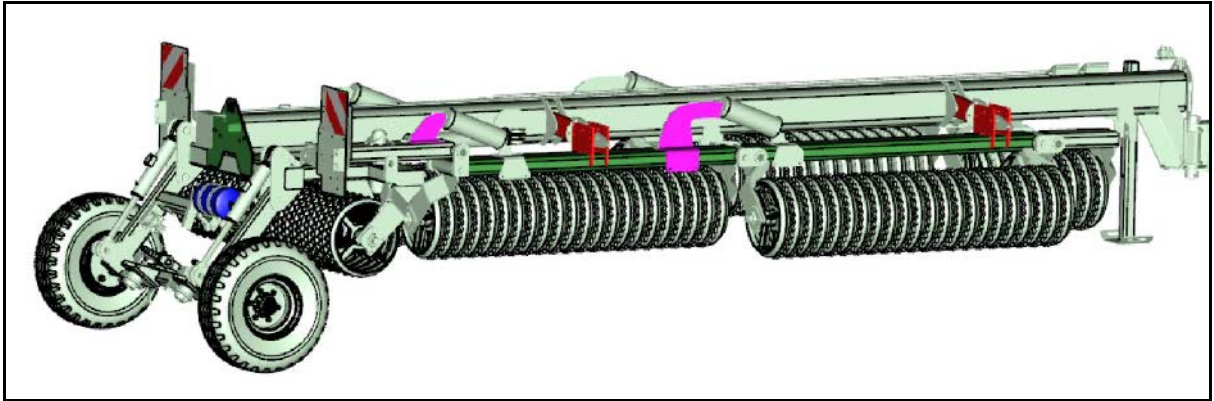

Fig. 28
- Indstil via traktorstyring og traktor-liftarme-hydraulikken maskinens højde således, at udliggerne låser når de klappes i transportstilling (Fig. 28/1).